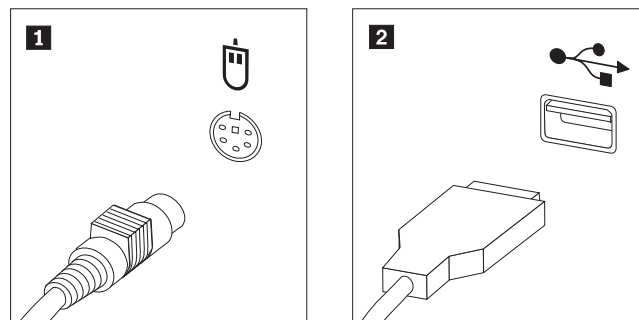

図 44. マウス・コネクター、標準および USB
3. マウス・コネクターの位置を確認します。図 44 を参照してください。